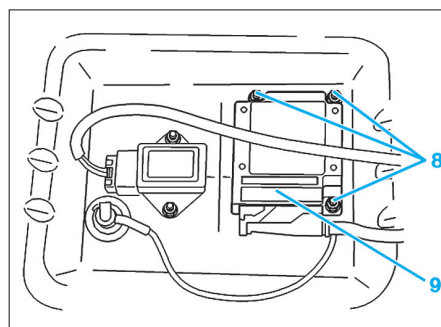

Fig. 24
- Déposer (Fig.24) :
- les écrous (8),
- le calculateur (9).